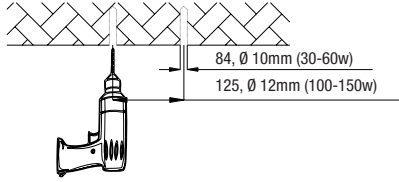

Figure 1
1. Make marks on the ceiling or walls, and then drill holes on the marks (Figure 1).
1. Faites des marques sur le plafond ou les murs, puis percez des trous sur les marques (figure 1).